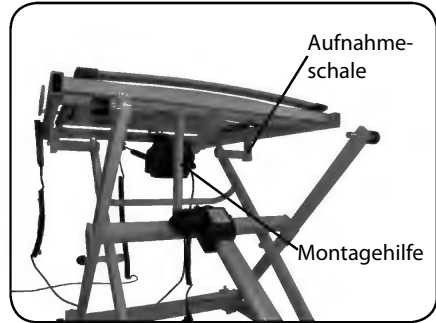

Abb. 6.1.04 - Montagehilfe zwischen den Querrohren von Scherenhub und Kopfauflage
6. Setzen Sie die Kopfauflage mit den Aufnahmeschalen auf die seitlichen Rundrohre des Scherenhubs. Zur besseren Montage stellen Sie die Montagehilfe (mit der großen Gabelöffnung nach unten) mittig zwischen die Querrohre von Scherenhub und Kopfauflage. Die Kopfauflage liegt nun waagrecht. (Abbildung 6.1.04) Alternativ kann eine zweite Person die Kopfauflage waagrecht halten.